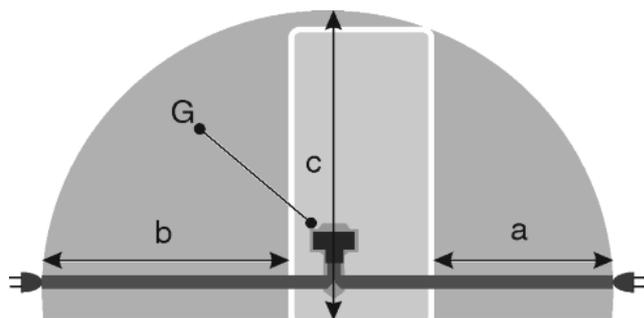

Fig. 20
- La prise de courant est en dehors de la zone postérieure de l'appareil dans la zone concernée. Fig. 20 (a, b, c)
u Introduire la la fiche de l'appareil Fig. 20 (G) au dos de l'appareil. Veiller à ce qu'elle s'introduise correctement.